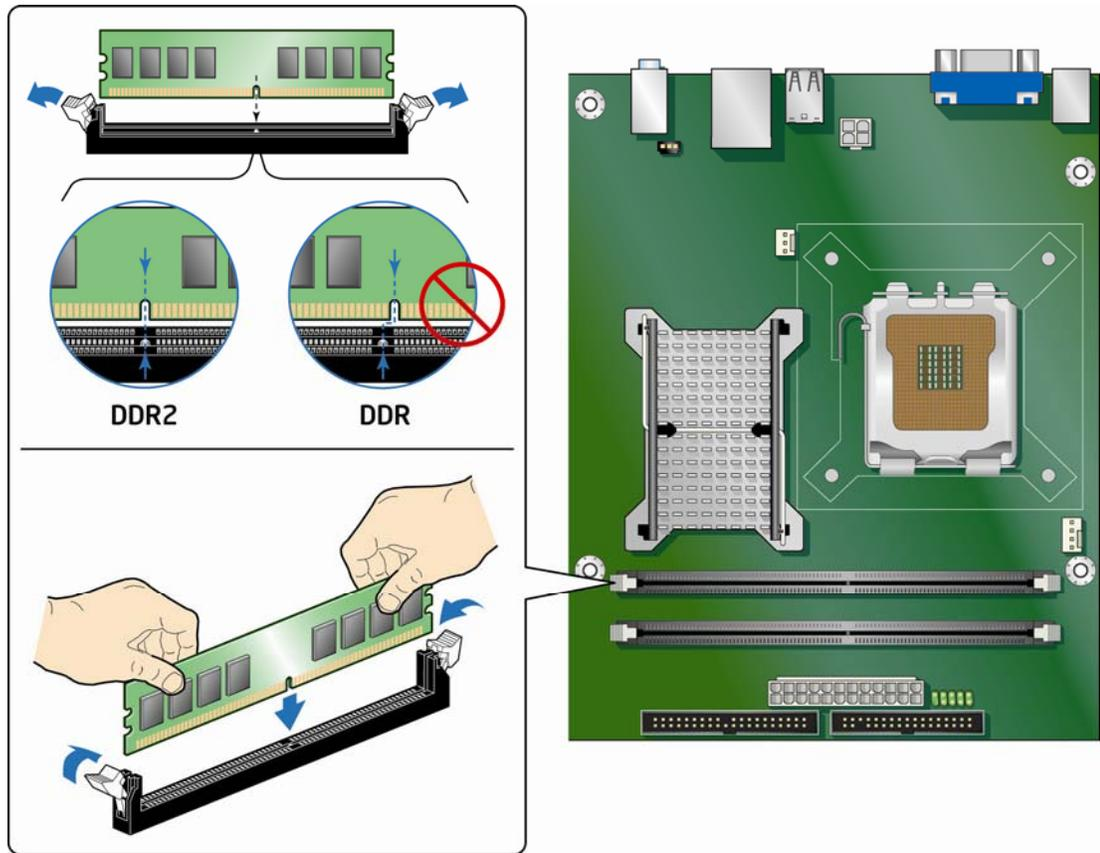

图 15. 安装 DIMM
3. 拆下计算机箱盖，找到 DIMM 插槽（参见图 15）。
6. 将 DIMM 放置在插槽上。将 DIMM 底部边缘的小凹口与插槽上的卡固销子对齐（参见图 15 中的插入图示）。